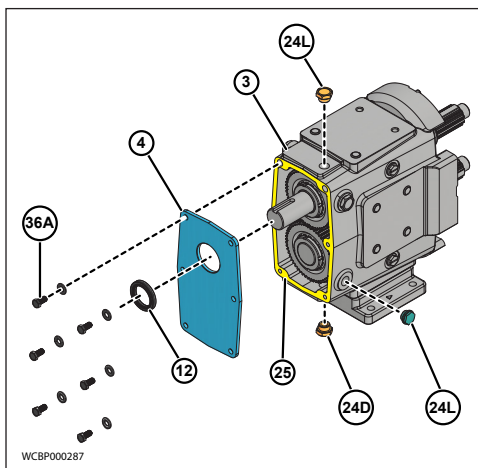

Abbildung 68 Abnehmen des Getriebegehäusedeckels
1. Entfernen Sie den Ölablassstopfen ((Abbildung 68, Pos. 24D); und lassen Sie das Öl ab.
2. Entfernen Sie die Zylinderschrauben aus dem Getriebegehäuse (Abbildung 68, Pos. 33A).